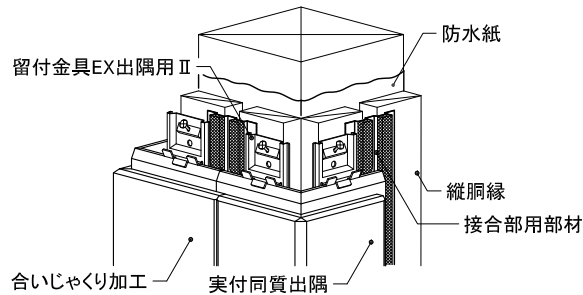

図3 ポーチ柱（実接合）
- 上記に続けて、内寸を調整し、合いじゃくり加工を施した同質出隅を取り付ける。(図3参照)